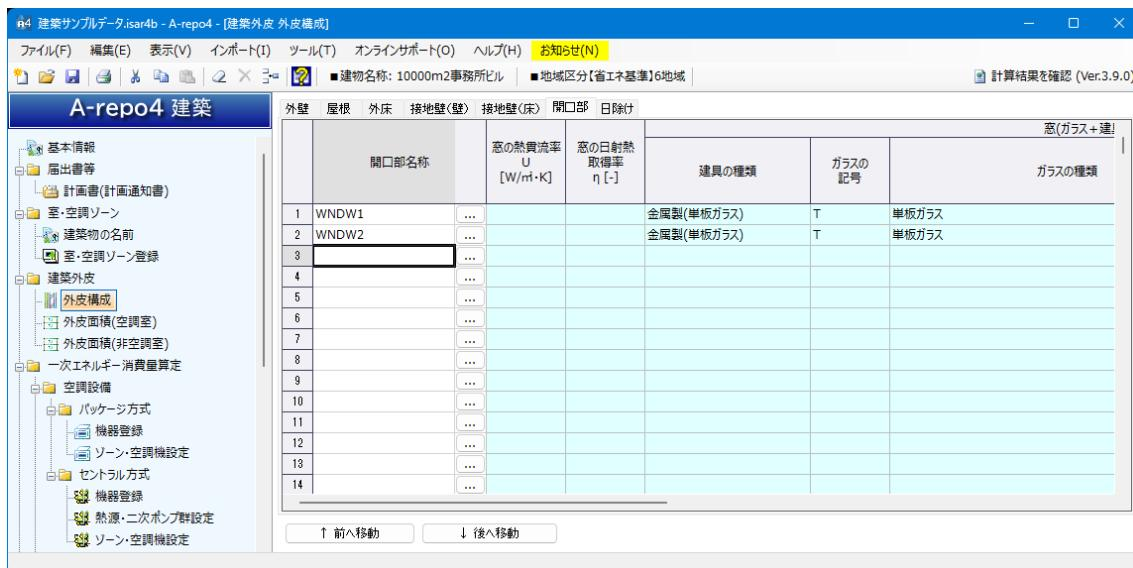

図 7-8
2. 「開口部名称」 任意の文字列を入力（図 7-8 参照）